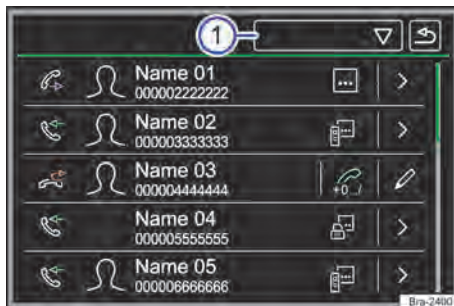

Fig. 164 Menú Llamadas (listas de llamadas).
Tocar el botón de función **▽** → fig. 164 ①.